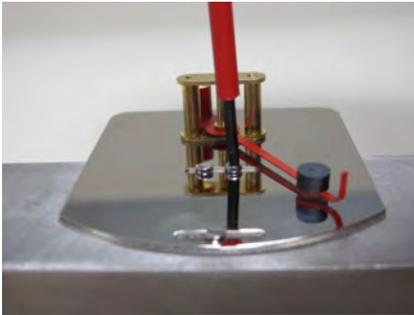

Abb. 60: Schrauben der Anzeige-Bodenplatte eindrehen
- 12.** ► Anzeige-Bodenplatte auf Gerätekörper legen und die Befestigungsschrauben soweit eindrehen, dass sich diese noch verschieben lässt (Abb. 60). Darauf achten, dass an der Langnut (Bereich Zeigerspitze) die Senkkopfschraube und im Bereich (Anzeige Mitte) die beiden Zylinderkopfschrauben eingesetzt werden